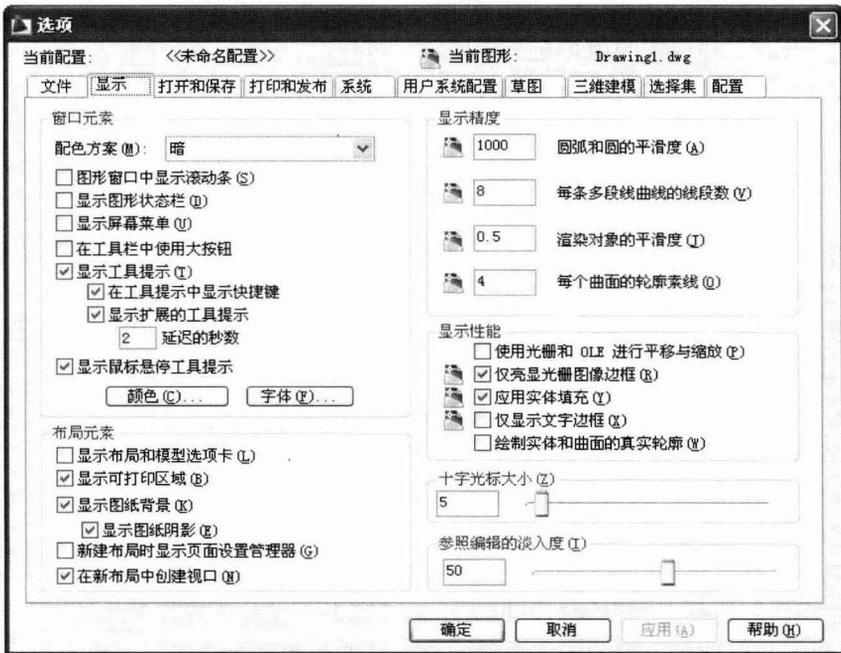

图 1-3 “选项”对话框中的“显示”选项卡
Step 01 在操作界面中选择“工具”→“选项”命令，屏幕上将弹出“选项”对话框。打开“显示”选项卡，如图 1-3 所示。单击“窗口元素”选项组中的“颜色”按钮，将弹出如图 1-4 所示的“图形窗口颜色”对话框。